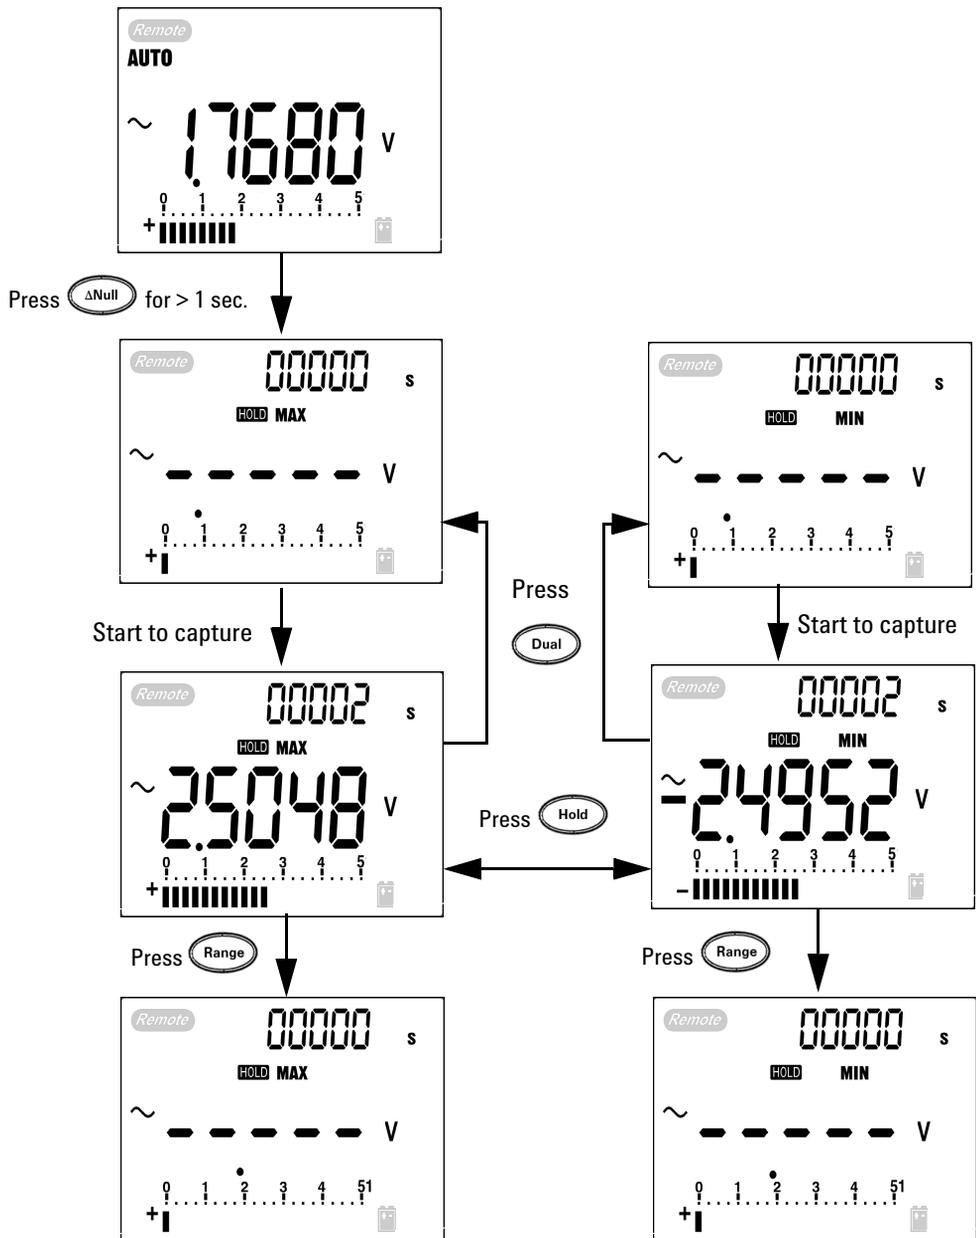

Abbildung 3-6 1-ms-Spitzenwert-Haltemodus
- 4 Gemäß den Messungen in Abbildung 3-6 auf Seite 60 ist der Spitzenfaktor $2,5048/1,768 = 1,416$.